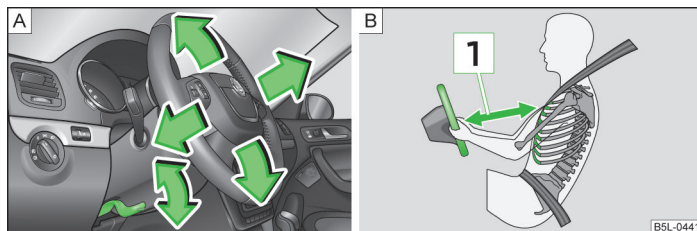

Fig. 101 Volante regolabile: Leva accanto al piantone dello sterzo / distanza di sicurezza dal volante
- Regolare il volante in maniera tale che la distanza tra il volante e lo sterzo sia pari a min. 25 cm 1 » fig. 101 a pagina 120. Se non si rispetta questa distanza minima, il sistema airbag non può proteggere - pericolo di morte!
- Abbassare la leva sotto il volante » [fig. 101 - \[A\]](#).